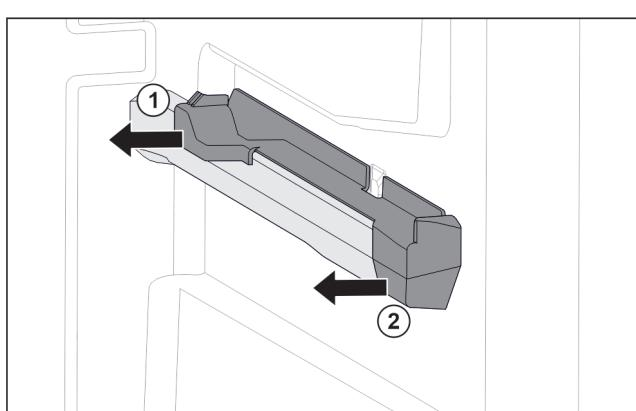

Fig. 51 Наставка върху дясното ребро на съда
- Изтеглете наставката отзад настрани. Fig. 51 (1)
- Изтеглете наставката отпред настрани. Fig. 51 (2)